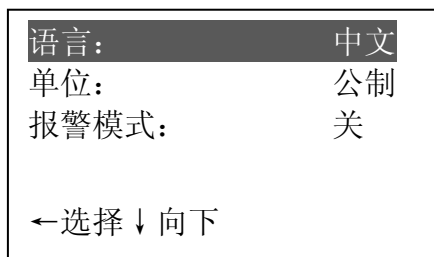
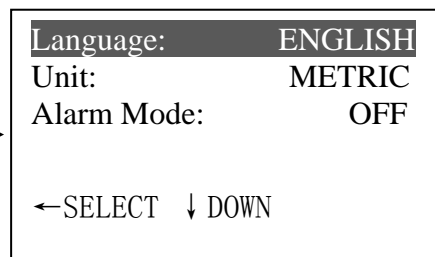

图 25
图 26
- d. 按↑或↓键选择语言，按←键循环显示中文和英文，（如图 25 和图 26）：